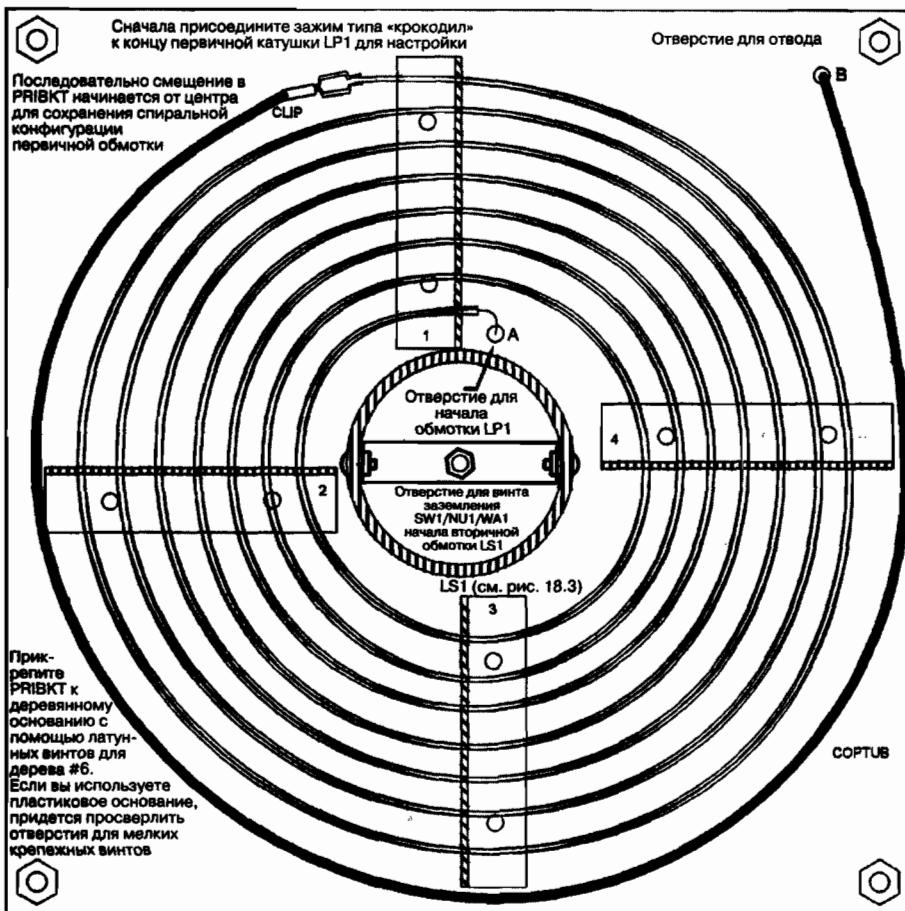

Рис. 18.10. Сборка первичной катушки
8. Соберите секцию первичной катушки, обозначенную BTCPRI (рис. 18.10). Это можно легко сделать, поскольку медная трубка 0,48 см обычно аккуратно намотана на контейнер. Установите скобы PRIBKT с помощью латунных винтов для дерева #6. Аккуратно расположите витки катушки, как это показано на рисунке. Присоедините кусок изолированного провода #30 длиной 30 см к медной трубке, вставив его зачищенный конец